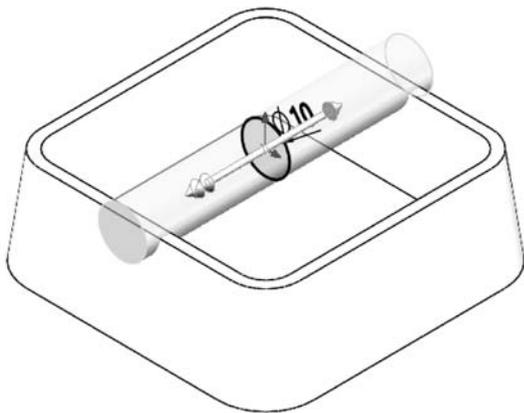

图 5-65 切口
(2) 单击【特征】选项卡上的【拉伸切除】按钮 ,会出现【切除-拉伸】属性管理器。
① 在【方向 1】组,从【终止条件】列表中选择【完全贯穿】选项。
② 选中【方向 2】复选框,从【终止条件】列表中选择【完全贯穿】选项,如图 5-65 所示,单击【确定】按钮 。